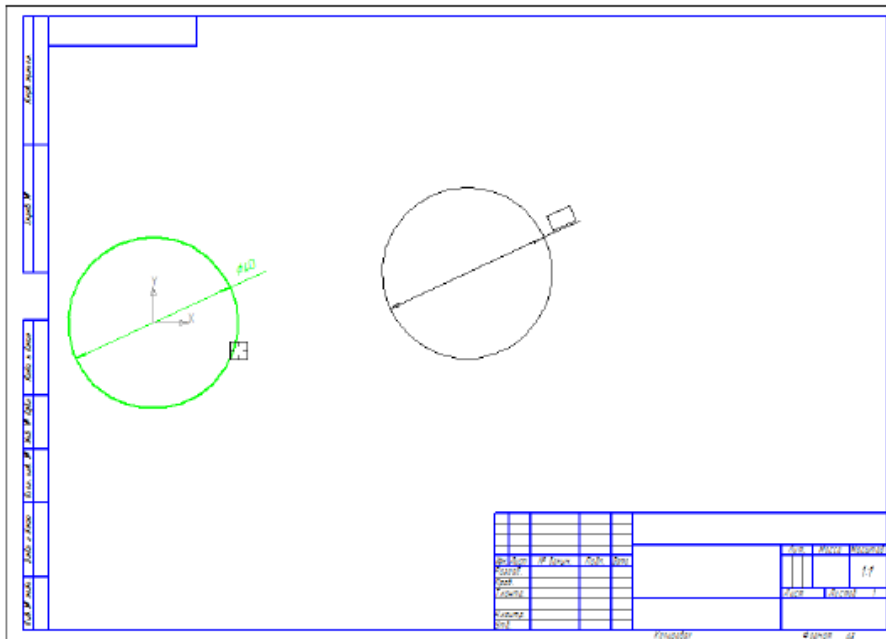

Рисунок 12 – Перемещение объектов
3. Наведите курсор мыши на "зеленое", нажмите левую кнопку мыши, удерживая, переместите изображение в середину формата A3, рис. 12.